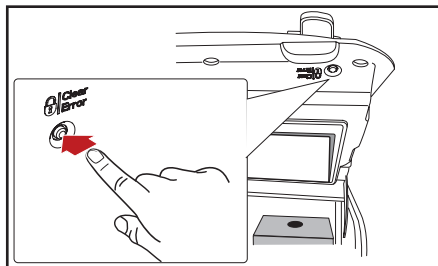

Рис. 4.7 — Кнопка LOCK/Clear-Error
2. Нажмите кнопку LOCK/Clear-Error, чтобы заблокировать подачу напитка. (Рис. 4.7).